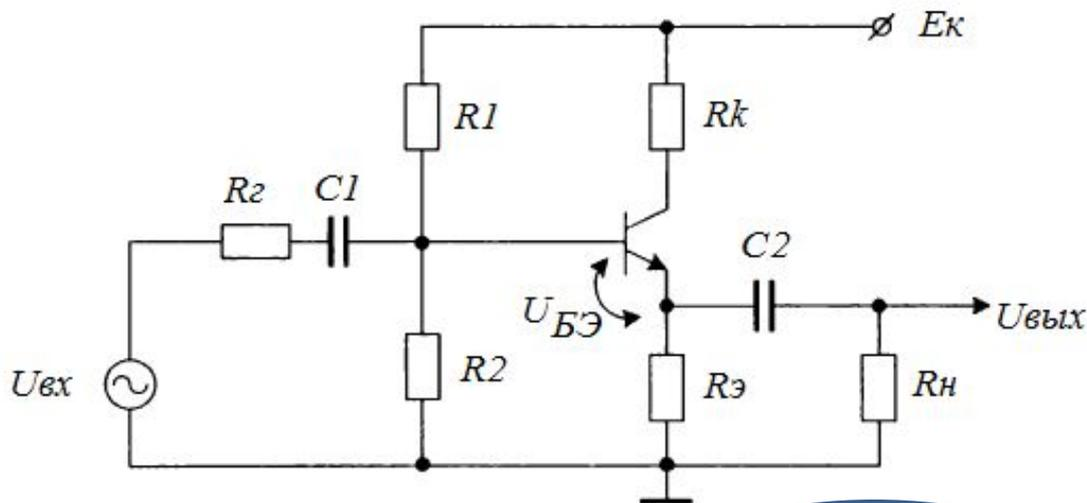

Рис. 4.10. Схема последовательной ОС по напряжению
- Схема эмиттерного повторителя (рис. 4.10) – последовательная ОС по напряжению.